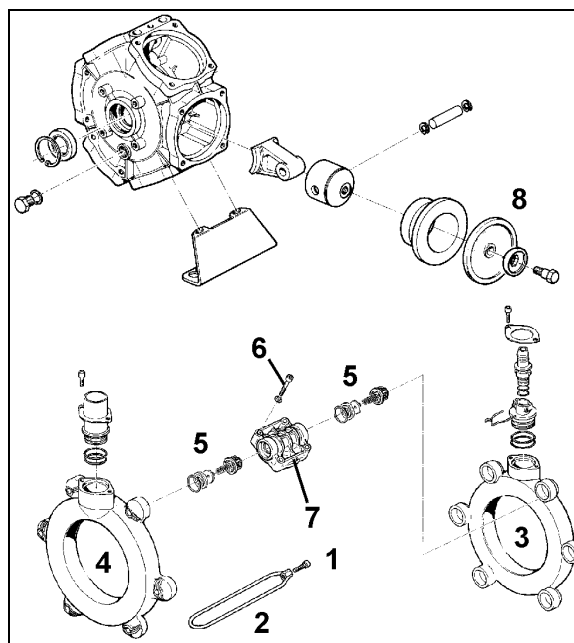

Fig. 118
- Det kontrolleres, at stempelmembranerne (Fig. 118/1) fungerer upåklageligt mindst en gang årligt ved at afmontere dem.
- Læg mærke til, hvordan ventilerne på suge- og tryksiden er monteret, inden ventilgrupperne (Fig. 118/5) afmonteres.
- Alle stempelmembraner skal principielt skiftes (Fig. 118/6) også hvis kun en stempelmembran er brækket, porøs eller ødelagt.
2. Boltene (Fig. 118/1) løsnes og spændebøjlen (Fig. 118/2) fjernes.
3. Suge- und trykrør (Fig. 118/3 og Fig. 118/4) afmonteres.
4. Ventilgruppen (Fig. 118/5) afmonteres.
5. Boltene (Fig. 118/6) fjernes.
6. Topstykket (Fig. 118/7) afmonteres.
7. Stempelmembranerne (Fig. 118/8) kontrolleres.
8. Udskift de beskadigede membraner (Fig. 118/8).